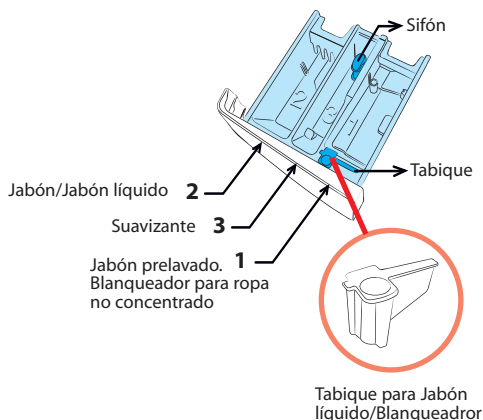

Figura 1
■ El compartimiento 1 se utiliza para el jabón en polvo del prelavado y mediante el uso del tabique *Ver figura 1* sirve para jabón líquido del prelavado o blanqueador. *Ver tabla de programas en la Guía de Uso Rápido.*